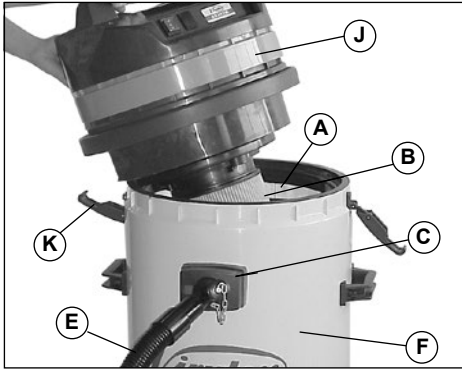
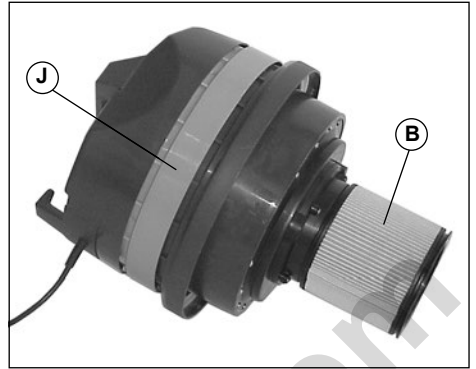

Fig. 1
Fig. 2
- Filtr poliesterowy A (Rys. 1) lub torba papierowa zostały poprawnie zamocowane w zbiorniku.
- Wkład filtrujący B (Rys. 1) został poprawnie zamocowany w górnej jednostce silnika.
- Włóż filtry A i B (Rys. 1 i 2). Jeśli używasz torby filtrującej, zainstaluj jedynie wkład filtrujący B (Rys. 2).
- Zamocuj pokrywę z silnikiem na zbiorniku i zablokuj ją za pomocą zawiasów K (Rys. 1).
- Włóż rurę E w otwór C (Rys. 1).
- Wyjmij filtry A i B (Rys. 1 i 2)